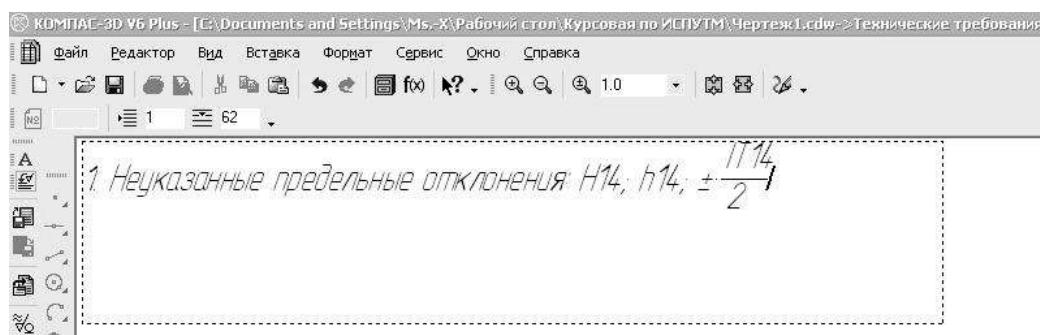

Рис.65 Ввод технических требований
1. Введите технические требования, вызвав команду **Меню – Файл – Вставка – Технические требования – Ввод**. В появившемся диалоге введите текст (Рис.65). Затем выполните команду **Меню – Файл – Сохранить – В чертеж** (Рис.63). Окно с техническими требованиями можно закрыть.